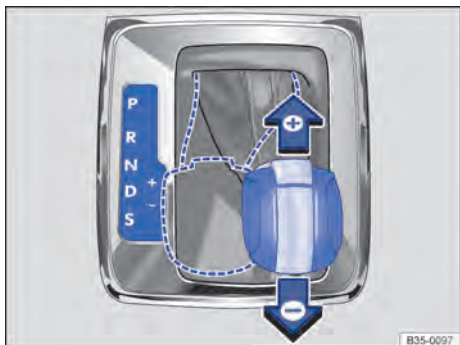

Fig. 168 Alavanca seletora na posição Tiptronic (veículos com direção à esquerda). Veículos com direção à direita são espelhados.
- Mover a alavanca seletora para frente (+) ou para trás (-) para aumentar ou diminuir a marcha ⇒ **Fig. 168.**